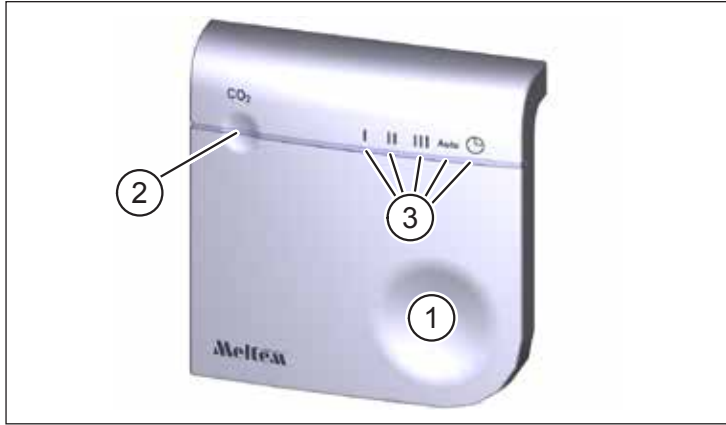

Fig. 1: Capteur de CO2 sans fil externe
Pos. dans Fig. 1	Description
Le capteur de CO2 sans fil sert à l'utilisation sans fil d'appareils d'aération des séries M-WRG-II et M-WRG à partir de l'année de construction 2020 (à l'exception des types d'appareils bus). Dans le même temps, la concentration en CO2 peut être déterminée à l'emplacement de votre choix, qui doit se situer dans le périmètre de réception de la radio. Les programmes de ventilation « Régulation du CO2 » ou « Mode automatique » utilisent les valeurs de mesure transmises pour adapter automatiquement le débit d'air de l'appareil au besoin de ventilation. Il est possible de déclarer un capteur de CO2 sans fil par appareil d'aération. Si l'appareil d'aération dispose d'un capteur de CO2 interne, celui-ci est automatiquement désactivé. Les appareils d'aération sans capteur de CO2 interne peuvent être équipés du capteur de CO2 sans fil afin d'étendre la fonctionnalité de la régulation du CO2. Le bouton de commande (pos. 1 dans Fig. 1) permet d'activer cinq niveaux / programmes de ventilation différents. La sélection en cours est indiquée par l'une des cinq DEL de mode vertes (pos. 3 dans Fig. 1). La DEL d'état multicolore (pos. 2 dans Fig. 1) signale les états de fonctionnement du capteur sans fil et de l'appareil d'aération. Si la concentration de CO2 dans les programmes de ventilation « Régulation du CO2 » ou « Mode automatique » dépasse la valeur limite de 800 ppm (réglage d'usine), le niveau de ventilation est augmenté en continu jusqu'à max. 60 m3/h, jusqu'à ce que la concentration de CO2 redescende en-dessous de 800 ppm. Après la première mise en service, le capteur de CO2 sans fil a besoin de 2 minutes pour le calibrage, afin de fournir des valeurs de mesure stables. Le capteur sans fil est fixé au mur à l'aide des chevilles et vis four-